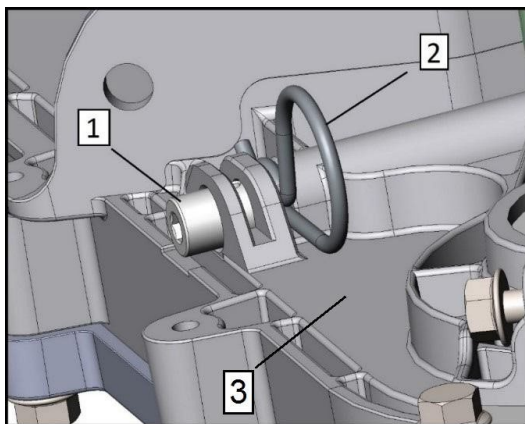
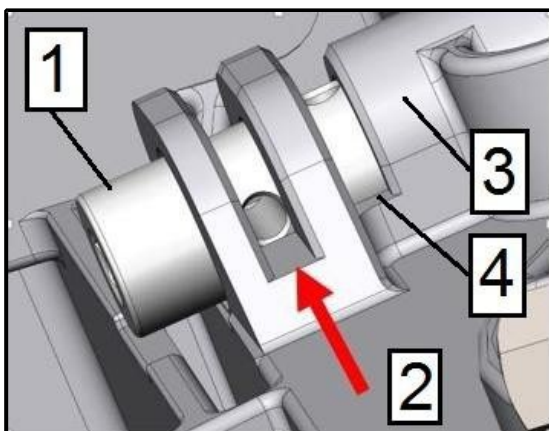

Fig 42
Fig. 43
3. Assicurarsi che in questa posizione un foro sulla vite, il primo o il secondo, sia in movimento e la corrispondente scanalatura sull'alloggiamento, il primo o il secondo, sia in movimento. Assicurarsi che la coppia fissa (posizione 2, Fig. 42) sia installata nel foro e nella scanalatura combinati (posizione 2, Fig. 43).